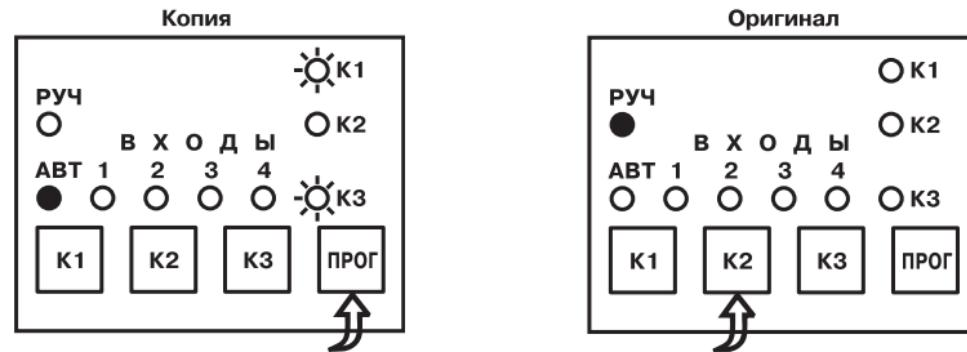

Рис. 19
B.2.1.6. На передающем приборе нажмите кнопку **K2**, чтобы перевести прибор в режим начала передачи. В течение 4-х с на передающем приборе будут непрерывно гореть светодиоды "K1", "K2" и "K3" после чего начнется передача, сопровождаемая одновременным миганием светодиодов "K1", "K2" и "K3" (рис. 19).